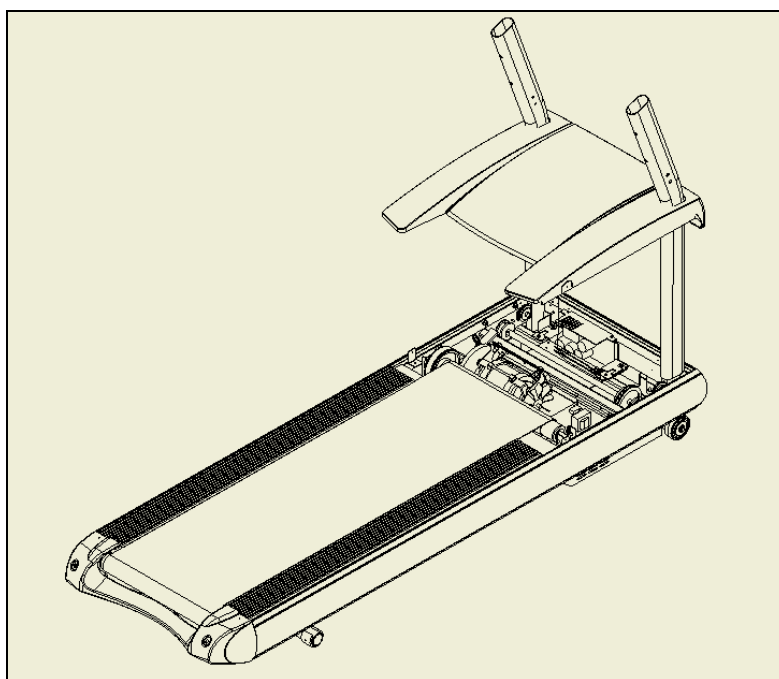

Figura 9
- e- Coloque a carenagem. Veja a Figura 9